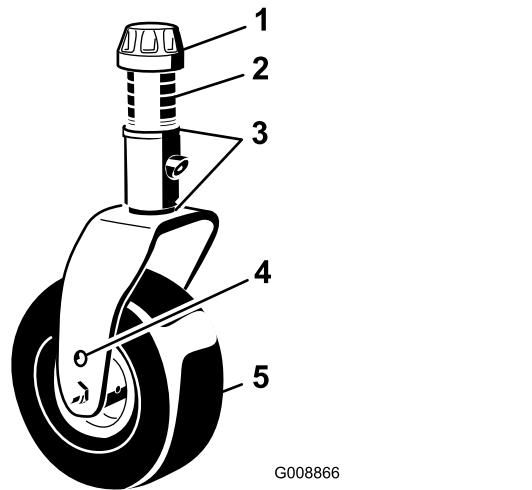

Figura 6
2. Coloque os eixos da roda giratória nos mesmos orifícios, em ambas as forquilhas da roda giratória. Consulte Figura 6 para determinar os orifícios corretos para a configuração.
3. Retire a tampa de tensionamento do eixo rosado e desloque o fuso (Figura 6) para fora do braço da roda giratória. Coloque os dois calços (3 mm) no eixo, tal como se encontravam originalmente. Estes calços são necessários para atingir a mesma altura ao longo de toda a largura das unidades de corte. Desloque um número apropriado de cunhas de 13 mm para o eixo para obter a altura de corte desejada; em seguida, desloque a anilha para o eixo.